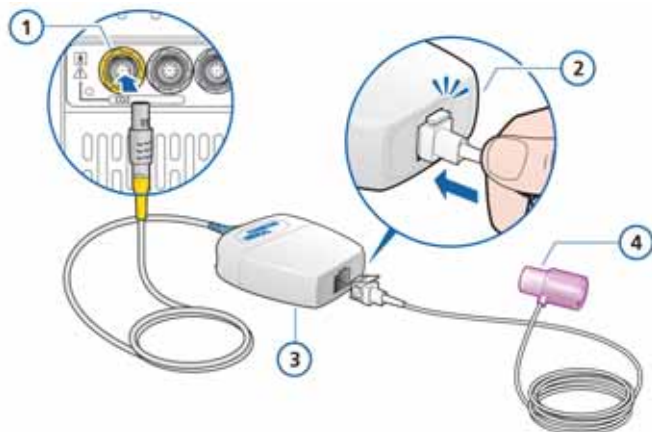

Рисунок 2-12. Подключение измерительной ячейки к модулю CO₂
1. Вставьте кабель модуля CO₂ для бокового потока LoFlow™ в разъем CO₂ на панели опций (желтый), соблюдая направление по указателям на корпусе соединителя. Кабель должен со щелчком зафиксироваться в разъеме. См. рис. 2-12.
2. Подсоедините измерительную ячейку к модулю CO₂ (см. рис. 2-12). Коннектор должен защелкнуться.